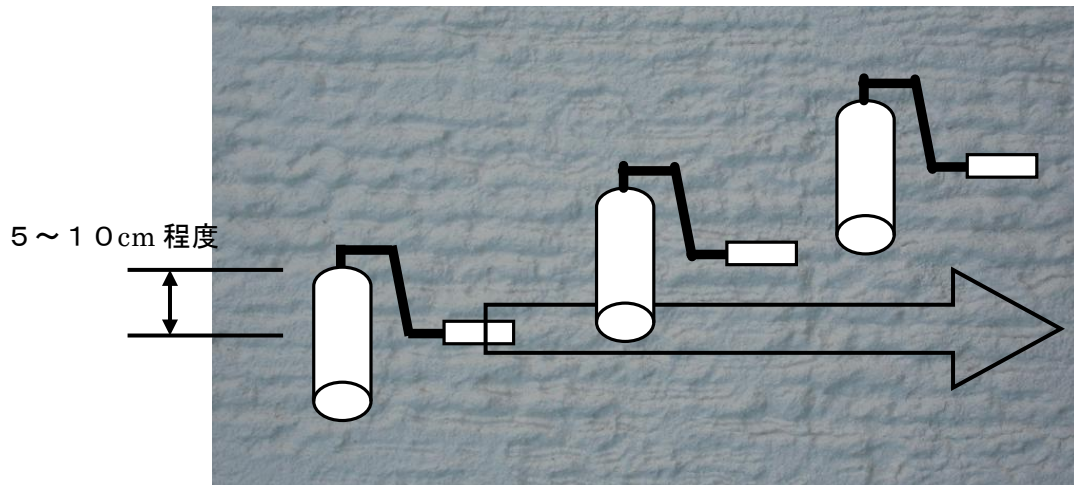

図3
- ・配り塗りした塗材が乾燥しないうちに、JR-188を横方向に転がしパターン付けを行ってください(図3)。
隣のパターンと5～10cm程度、交差するようにローラーを転がしてください。(図3)